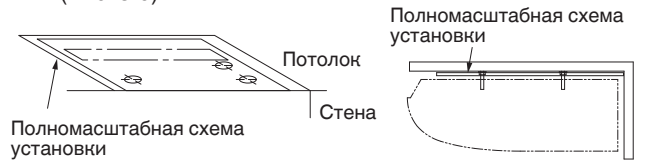

Рис. 3-9
- (1) В случае размещения на потолке полномасштабной схемы установки можно выбрать положения каждого подвесного болта. Возьмите карандаш и отметьте места для отверстий (Рис. 3-9).